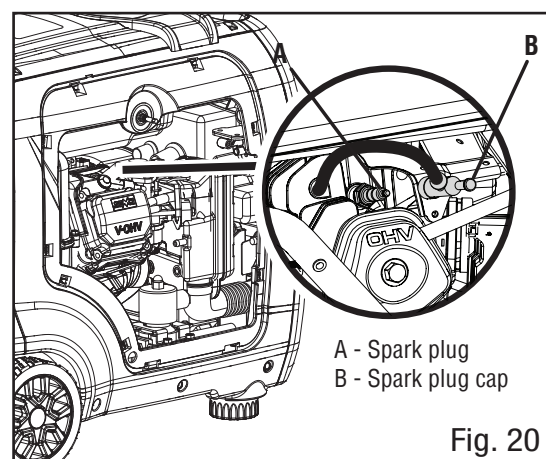

Fig. 20
2. Entfernen Sie den Zündkerzenstecker (Abb. 20).